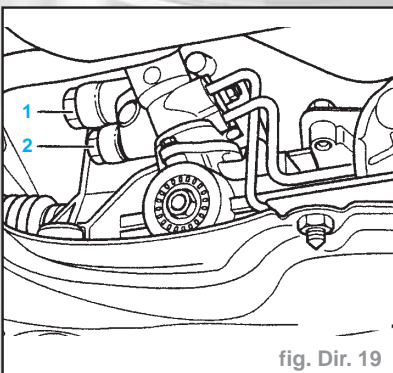

fig. Dir. 19
- Extracteur (1) de barre de direction (modèle de commercialisation courant), p. ex. **Matra V 176**.
- La conduite de retour (1) ne peut être dévissée qu'une fois que le berceau est abaissée (fig. Dir. 19).